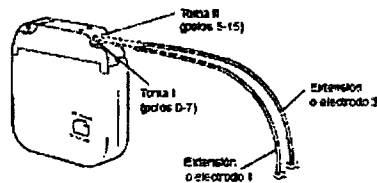

Figura 20. Introduzca completamente los terminales para conexión de la extensión o del electrodo en el neuroestimulador
3. Inserte los terminales para conexión de la extensión o del electrodo apropiados en el toma correspondiente del neuroestimulador hasta que queden totalmente encajados dentro del bloque de conexión (Figura 20).